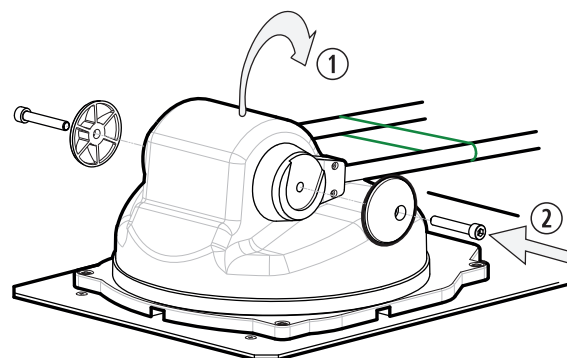

Abb. 19
Bringen Sie den Haltearm in horizontale Position q. Setzen Sie die Sperr-Ringbeschläge wieder auf und bringen Sie die Schrauben an ② (Abb. 19).